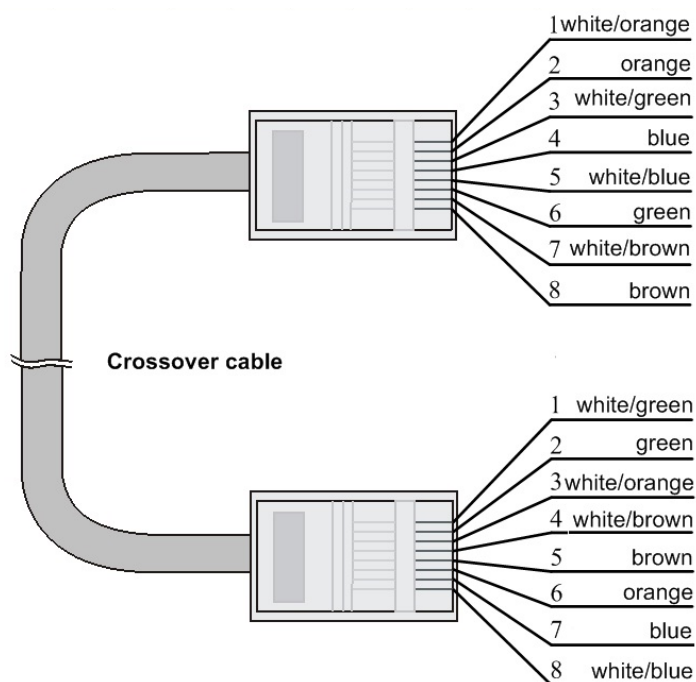

図 10-5 クロスケーブル（10Base-T/100Base-TX/1000Base-T）
- クロスケーブル：10/100/1000BASE-T クロスケーブルの結線を図 10-5に示します。10/100/1000BASE-T クロスケーブルは、100BASE-TX のクロスケーブルと結線が異なります。100BASE-TX のクロスケーブルは片端のピン配置が 568B 規格ですが、もう片端のピン配置は 568A 規格に従います。一方、10/100/1000BASE-T クロスケーブルの片端のピン配置は 568B 規格に従いますが、もう片端は 568A ではありません。